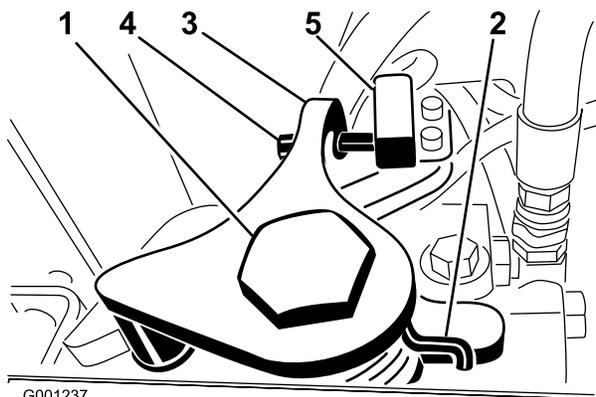

図 57
3. 走行調整カムの反対側にある固定ネジをゆるめる (図 57)。
9. ニュートラル復帰アーム (図 57) についているねじを調整して、ねじの端部とスイッチの接点とのすき間を 2.33mm にする。